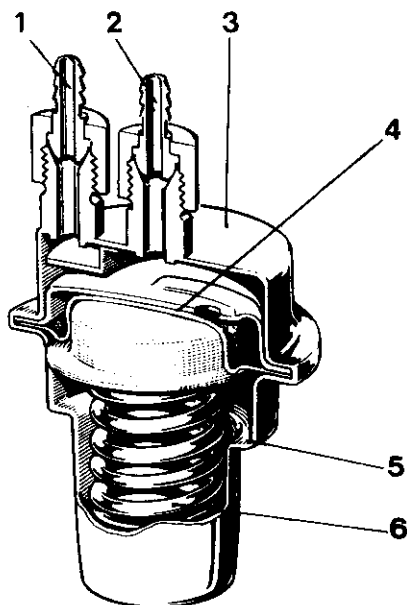

Abb. 2-18 Druckspeicher
Der Druckspeicher ist zwischen Kraftstoff-Förderpumpe und Kraftstoff-Filter angeordnet. Wenn die Kraftstoff-Förderpumpe anläuft, wird der Speicher-raum (3, Abb. 2-18) mit Kraftstoff gefüllt, wobei die Membrane (4) gegen den Anschlag (5) gedrückt wird und dabei die Membranfeder (6) zusammendrückt.